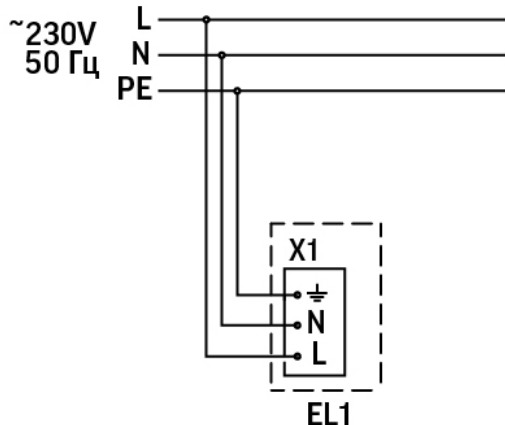

Рис.1
- Выполните электрическое подключение светильника, которое осуществляется через клеммную колодку, установленную на внутренней поверхности корпуса светильника. Подключите сетевой провод к контактам клеммной колодки светильника строго в соответствии с маркировкой и схемой подключения (Рисунок 1). Сечение проводников кабеля должно быть не более 2,5 мм².